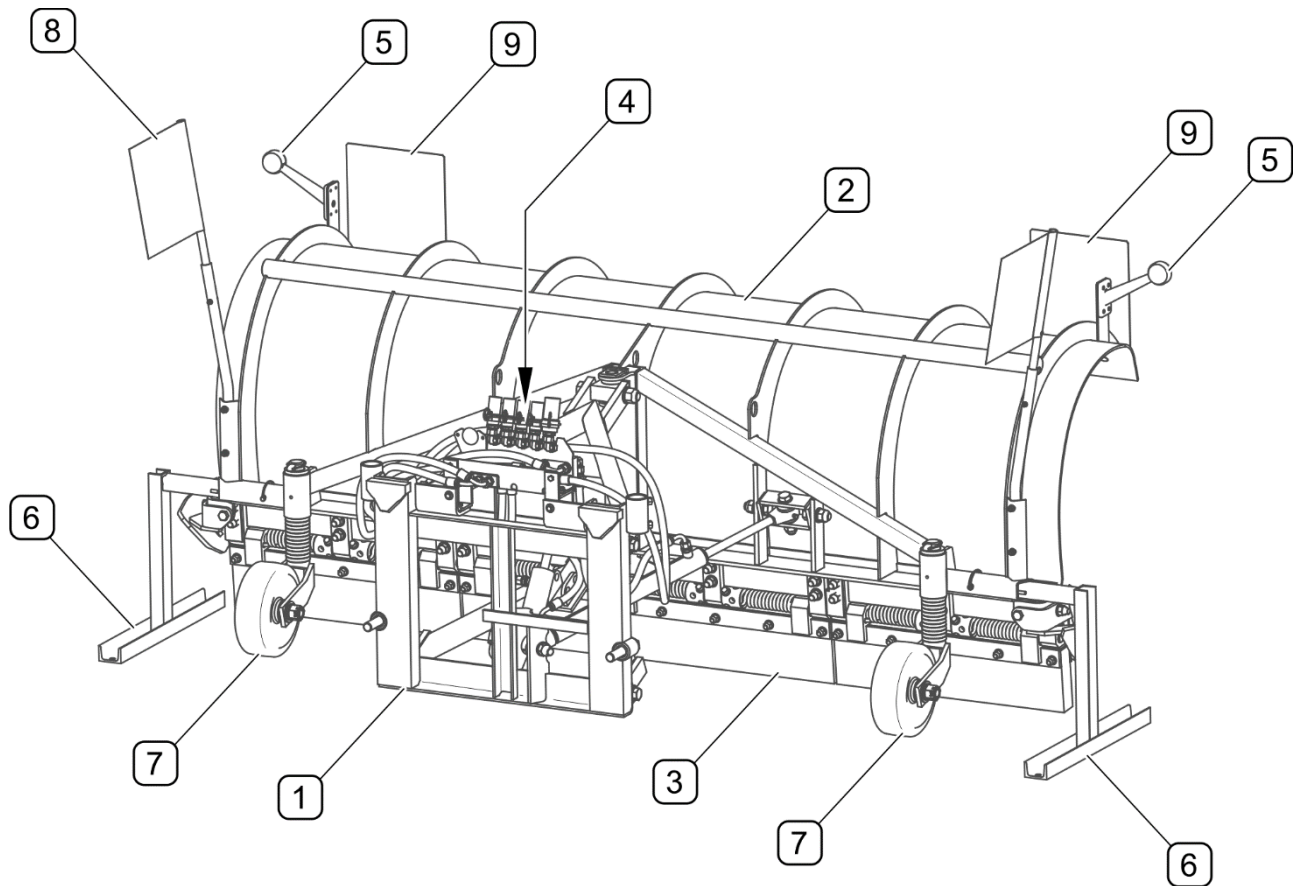

FIGURE 3.3 Construction générale (commande électro-hydraulique)
(1) - système de suspension; (2) - versoir; (3) - lames; (4) - installation hydraulique;
(5) - installation électrique d'éclairage; (6) - béquilles; (7) - roues porteuses; (8) - girouettes ;
Les chasse-neige PU-S25H / PU-S32H / PU-S35H (FIGURE 3.3) en configuration pour les véhicules MB UNIMOG sont munis d'une installation hydraulique (4), des girouettes supplémentaires (8) et les panneaux d'avertissement frontaux (9).